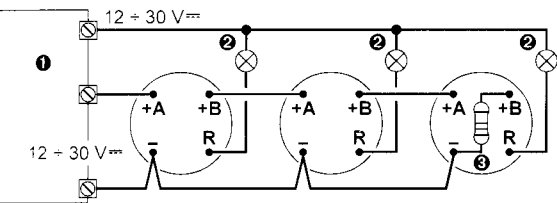

FIG. 1 - Collegamento con spia remota distinta: 1) centrale antincendio 2) lampada di ripetizione 3) resistenza di fine linea
La fig. 1 è rappresentato un tipico circuito di zona comprendente 3 rivelatori con linea di collegamento a 2 fili.
La lampada di ripetizione (2), collegata al morsetto [R], deve essere alimentata da una linea di alimentazione separata come si vede in fig. 1.
Figure 1 illustrates a typical zone circuit of 3 detectors with a 2 wire connection.
A diode or an end of line resistance (3) is necessary (see fig. 1). The resistance value depends on the system.
When the detector unit is fitted to the base, terminals [+A] and [+B] will be shorted together. Figures 1 and 2 show terminals [+A] as input terminals and terminals [+B] as output terminals. However, terminals [+A] and [+B] can be used as either input or output terminals.